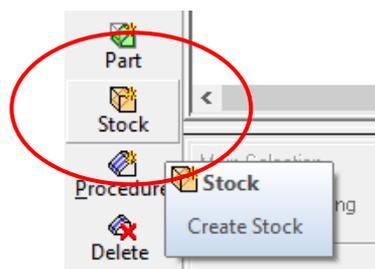
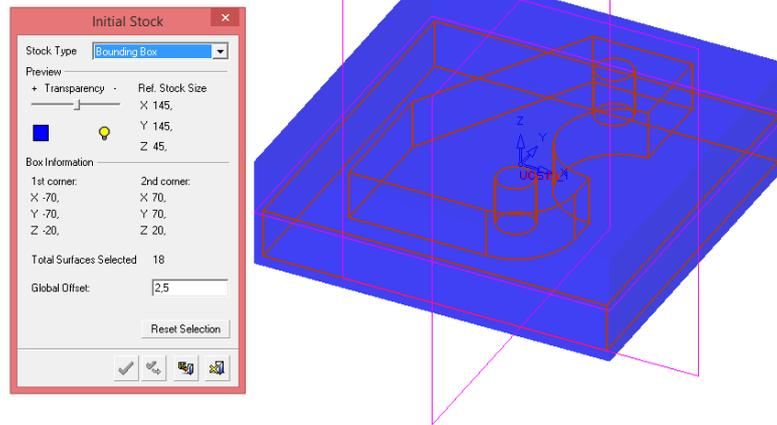

Рисунок 12 – Кнопка «Заготовка»
Рисунок 13 – Выбор типа заготовки и назначение припуска
3.5 Теперь необходимо выбрать тип заготовки. Для этого в боковом меню нажмем кнопку «Заготовка» (рисунок 12). В открывшемся окне выбираем тип заготовки и припуска на неё. Заготовкой у нас служит граничный параллелепипед, а припуск равен половине диаметра режущего инструмента, т.е. 2,5 мм (рисунок 13). Подтвердим выбор.